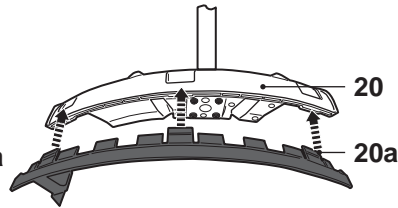

Fig. 9
- > Alignez les verrous sur les fentes et fixez le collier (20a) à la protection (20) pour l'utilisation coupe-bordures (Fig. 9).